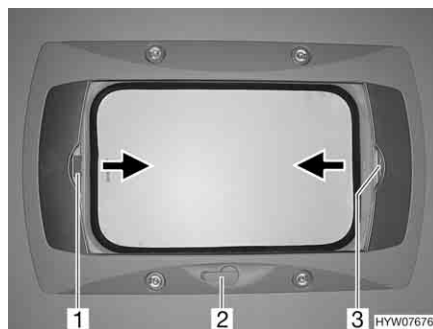

Fig. 33 Oblò a manovella
**Apertura:** ■ Ruotare la manovella (Fig. 33,2) fino a quando non si incontra resistenza (angolo di apertura max. 70°).
**Chiusura:** ■ Tirare la tendina oscurante pieghevole per la maniglia (Fig. 33,3) nella direzione della freccia fino alla posizione desiderata e rilasciare. La tendina oscurante pieghevole rimane in questa posizione.
**Chiusura:** ■ Tirare la zanzariera a rullo per la maniglia (Fig. 33,1) nella direzione della freccia verso la maniglia contrapposta della tendina oscurante pieghevole (Fig. 33,3) e farla innestare.
**Apertura:** ■ Tirare la maniglia della zanzariera a rullo (Fig. 33,1) dietro, verso l'alto, e sganciare la zanzariera a rullo dalla tendina oscurante pieghevole (Fig. 33,3).